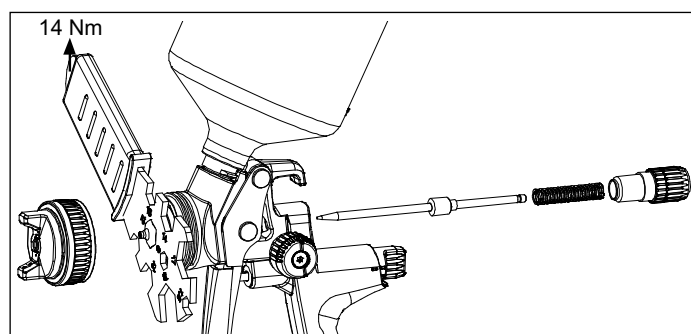

рис. 7
8.1. Замена сменного комплекта (рис. 7)